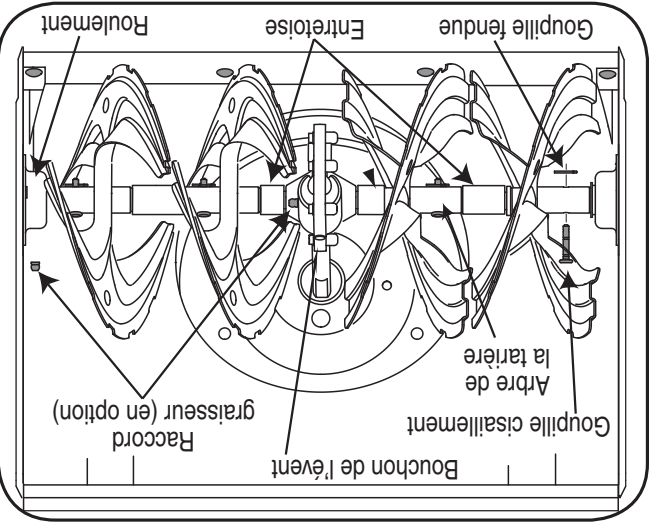

Figure 6-3
La boîte de l'engrenage de la tarière est équipée d'un raccord graisseur. Lubrifiez avec de la graisse une fois par saison (Commandez la pièce n° 737-0168). Voir la Figure 6-3.
REMARQUE : Pour dégager la pression, enlevez le bouchon de l'évent avant de lubrifier la boîte d'engrenages. Voir la Figure 6-3. Les joints de la boîte d'engrenages risquent d'être endommagés si la pression n'est pas dégagée.
Enlevez les goupilles de cisaillement sur l'arbre de la tarière, au moins une fois par saison. Vaporisez un lubrifiant à l'intérieur de l'arbre et autour des entretoises. Lubrifiez aussi les roulements à bride trouvés à chaque extrémité de l'arbre de la tarière. Voir la Fig. 6-3.
- Les goupilles de cisaillement et goupilles fendues maintiennent les tarières sur l'arbre de la tarière. Les goupilles sont sensées se cisailier si la souffeuse heurte un objet ou un bloc de glace. Voir la Figure 6-3.